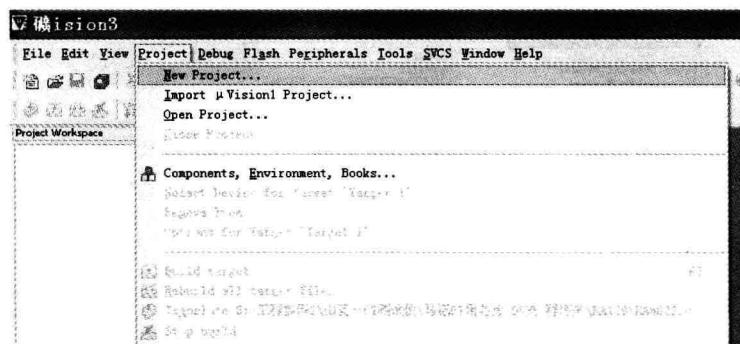

图1-5 执行菜单命令“Project”→“New Project...”
(1) 执行菜单命令“Project”→“New Project...”，如图1-5所示。